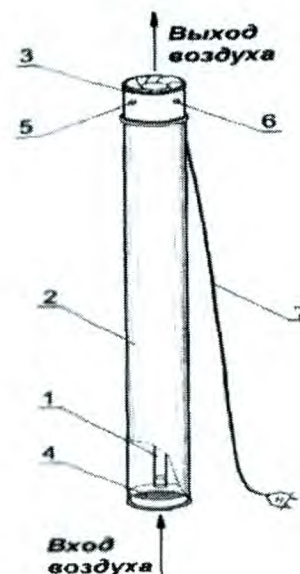

Рисунок 1 - Устройство установки УОВ - 3м - 25.
2.2.1 Устройство и принцип действия установки представ-лены на рис.1. Бактерицидная лампа (1) размещена в корпусе (2) из высококачественной нержавеющей стали марки 12Х18Н10 с полированной внутренней поверхностью. При помощи вентилятора (3) воздух помещения через светозащитные жалюзи с фильтрующим материалом (4) поступает внутрь корпуса, где обеззараживается при перемещении вдоль бактерицидной лампы.